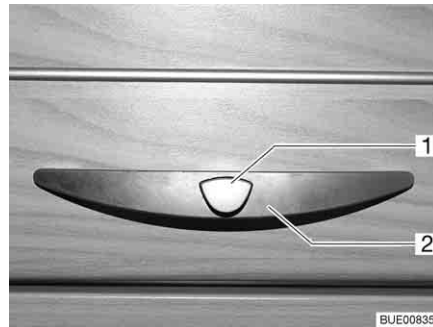

Fig. 42 Trampa de muebles con tirador (ejemplo)
- Presionar el botón de desbloqueo (Fig. 42,1) en el tirador (Fig. 42,2) y mantenerlo presionado.